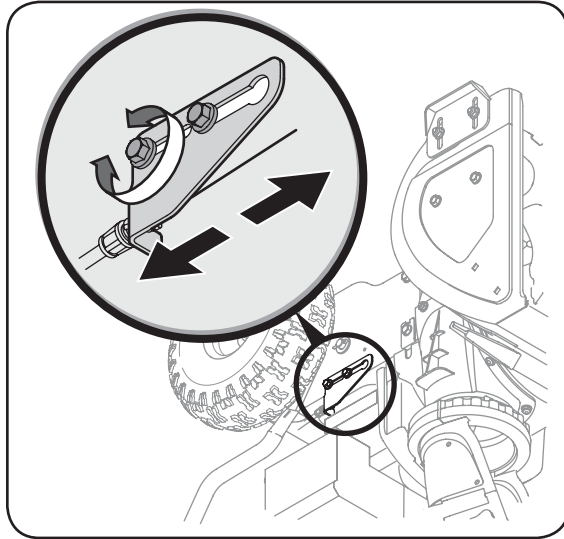

Figure 6
1. Desserrez le boulon hex. arrière du support de réglage du câble. Voir la Figure 6.